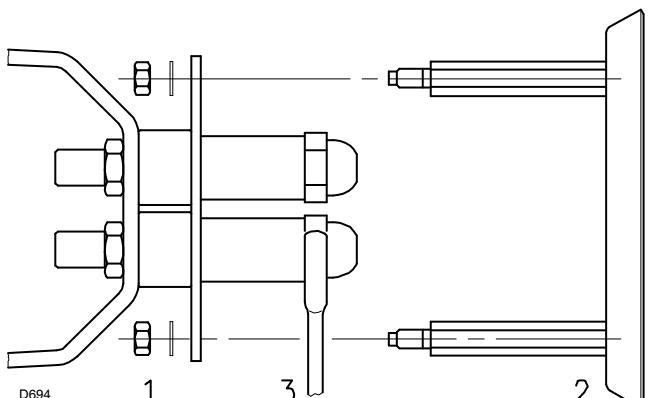

Fig. 12
- Sacar las tuercas 1)Fig. 12) y el disco 2)
- Sustituir la boquilla con la llave 3)(Fig. 12).